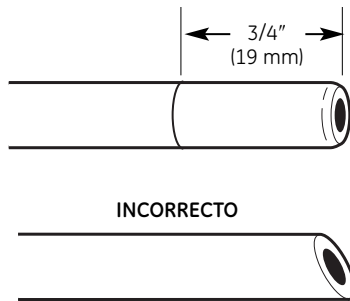

Fig. 6
1. Mida una distancia de 3/4 pulgada desde el extremo de cada pieza restante de tubería (extremo del grifo y extremo de la entrada) y marque con lápiz (Fig. 6). (Revise que quede pareja, lisa y que no tenga cortes, hendiduras, puntos planos o bordes filosos. Es posible que se necesite volver a cortar la tubería.)